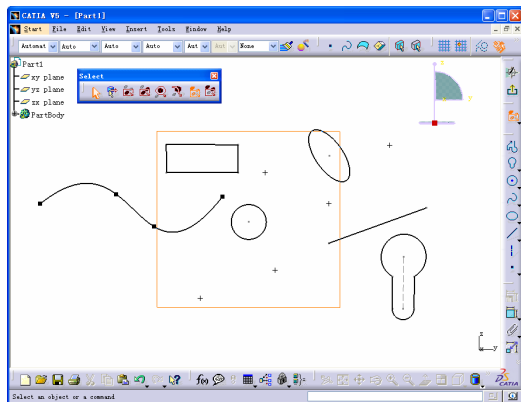
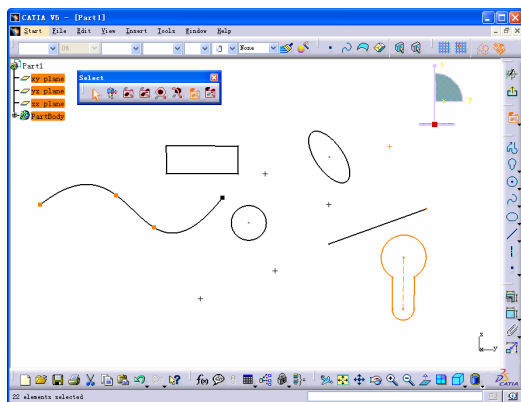

图 1-40
图 1-41
**Outside Rectangle Selection Trap** 矩形外套索工具，框选方法与矩形套索相同，如图 1-40 所示，则只有完全在矩形外的元素被选中，如图 1-41 所示。